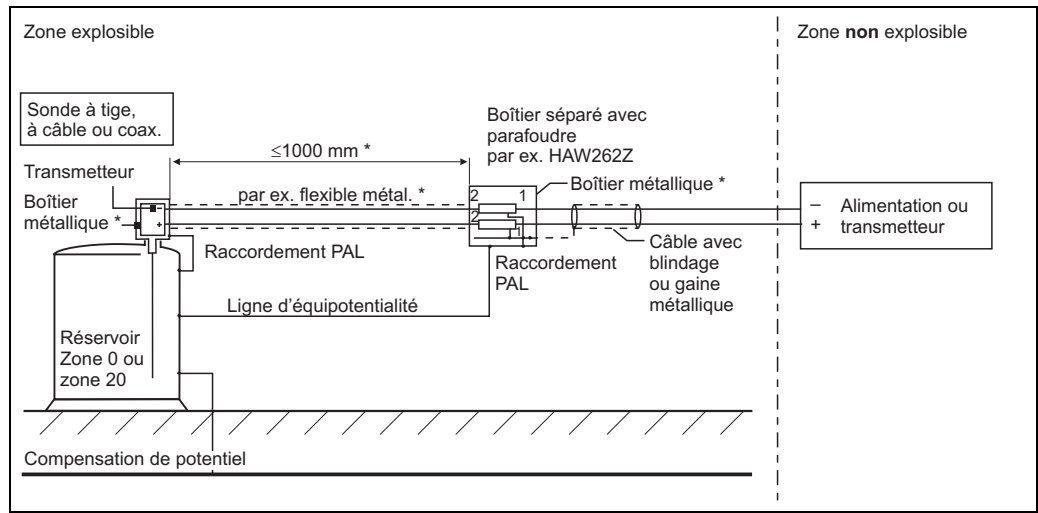

Fig. 2
- Parafoudre (par ex. HAW262Z ou HAW56x, voir fig. 2 et 4) :